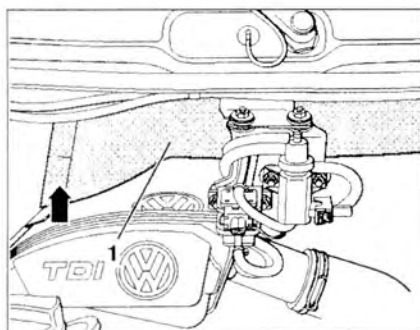

Рис. 1.5. Отсоедините фиксаторы (стрелка) крепления звукоизоляции 1 и снимите ее.
2. Отсоедините фиксаторы (стрелка) крепления звукоизоляции 1 и снимите ее (рис. 1.5).
7. Установите звукоизоляцию 1 и закрепите ее фиксаторами (стрелка) (рис. 1.5).